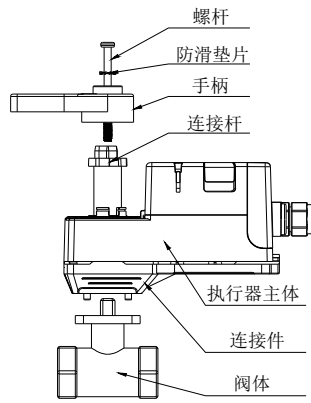

图 2
- 图 2 为球阀执行器组件分解图, 请按安装步骤依次完成对阀体的正确装配和安装: